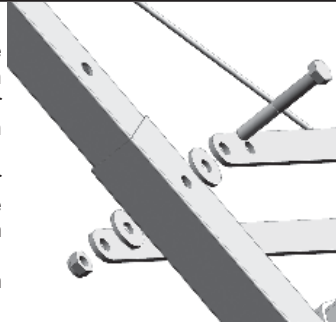

Fig.3
3) Montieren Sie die Zugstangen (Ref. 8), indem Sie sie am Rahmen (Ref. 7) und am verlängerbaren Ausleger (Ref. 16) mit den entsprechenden Schrauben und Muttern in den Befestigungsgehäusen verbinden. Montieren Sie die Unterlegscheiben D=12x36x4 mm wie in Abbildung 3 gezeigt. Ziehen Sie die Muttern fest. Achten Sie besonders darauf, dass das elektrische Kabel des Aufwärtsendschalters (das von der Schalttafel zur Basis des verlängerbaren Auslegers in der Nähe des Scharniers mit dem Rahmen verläuft) nicht durch ein mechanisches Teil gequetscht oder eingeklemmt wird.
4) Den Tragrahmen positionieren und die vertikale Ausrichtung der Stützbolzen (Ref. 12) überprüfen, dann durch Anheben des Verriegelungshebels (Ref. 11) die Tragrahmenbuchsen (7) auf die Bolzen stecken und den Sicherungssplint (Ref. 13) anbringen.